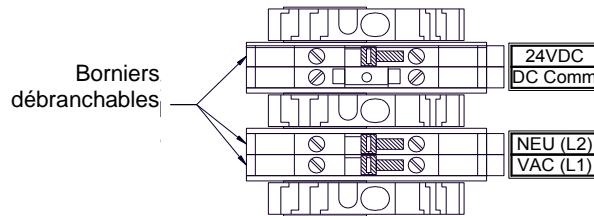

Figure 12 Entrées N4X CA/CC
2. Installez l'alimentation CA comme suit (Figure 12) :
- a. Installez l'alimentation CC externe en connectant les fils 11,5-30 VCC aux bornes du bornier monté sur rail DIN TB1 et marquées **24VDC** et **DC Comm** (Figure 12). Les câbles d'alimentation doivent être approuvés et prévus pour une intensité d'au moins 7,5 A.